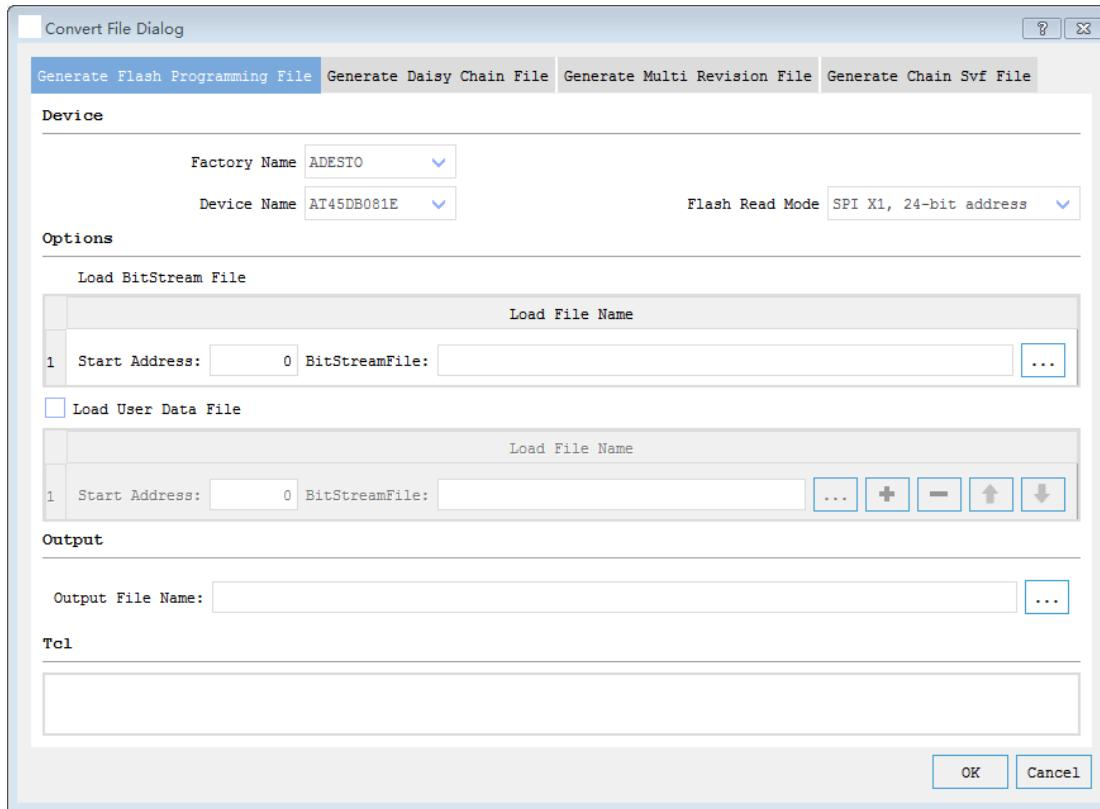
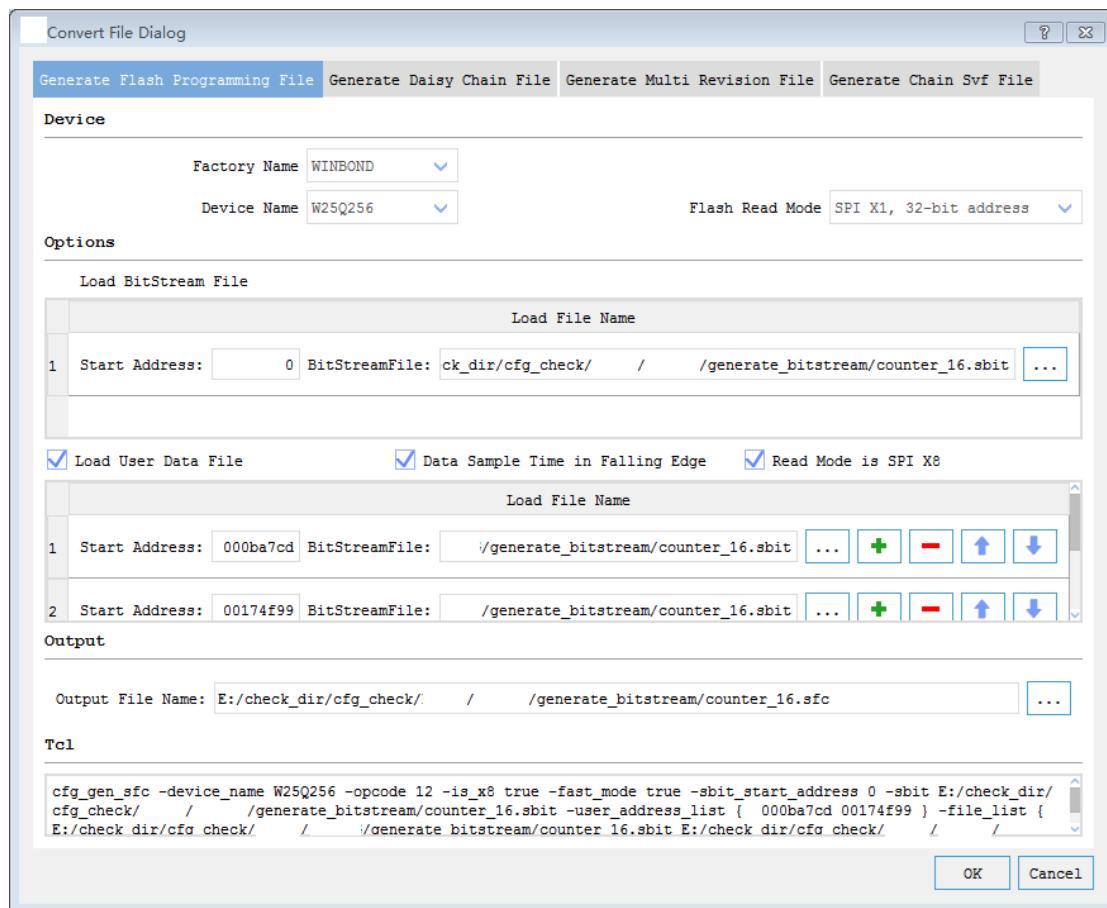

图 4-38 Convert File Dialog 对话框
图 4-39 Generate Flash Programming File
在Operations菜单中点击“Convert File”选项后弹出对话框如图 4-38所示，其主要功能是将FPGA位流文件转换成各种格式的文件，如用于Flash配置、菊花链器件以及一些FPGA器件功能的实现。具体有①Generate Flash Programming File；②Generate Daisy Chain File；③Generate Multi Revision File；④Generate Chain Svf File四种形式的文件转换。
该功能主要用于转换生成可配置Flash的SFC文件。由图 4-39所示，在Generate Flash Programming File窗口，首先选择对应的Flash器件及其读写模式。然后选择要转换的位流文件，如果转换的位流文件为Logos系列，则还可选择数据采样的边沿和是否生成SPI X8模式，如图 4-38所示。
如果用户想配置位流在Flash的起始位置，可通过在Start Address输入地址来修改位流的起始地址，如图 4-39 Generate Flash Programming File所示，用户输入的地址为0x24， 则软件在转换时将会在位流开始处添加0x24个FF，换句话说，位流的起始地址相对于Flash芯片的开始处偏移了0x24个字节。如果用户不需要添加用户数据，此时可直接点击OK进行转换。
如果用户需要在位流后面添加自己数据，此时可勾选Load User Data，然后在Load File Name表格中添加自己的用户数据，并可根据提供的按钮对用户数据进行位置的调整和删除，如图 4-39所示。一般来说，用户数据的起始地址默认跟随在位流后面，软件会自动计算出起始地址。如果用户想修改用户数据的起始地址，一定要注意起始地址值一定要大于位流文件的大小和位流文件起始地址所偏移的大小之和。如果输入的地址不正确，软件会自动更正该地址值为默认值。